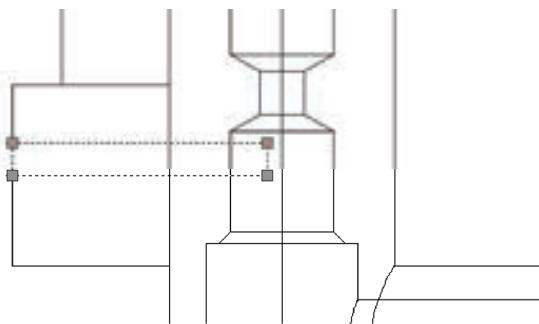

图 10-148 绘制旋转截面
- 3) 单击“绘图”工具栏中的“面域”按钮 $\text{F}$ ，将绘制好的图形创建成面域。结果如图 10-148 所示。